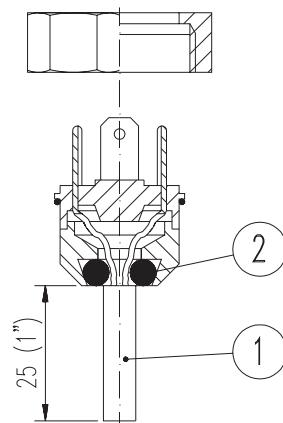

Fig. 3
- Before mounting the position indicators (fig. 3) in their welded fittings, make sure that the contact element (pos. 1) is correctly positioned. The distance between O-ring (pos. 2) and the most remote end of the element must be min. 25 mm. To adjust the distance carefully pull out the element with the fingers. Be careful not to brake the wires.
- Inden positionsindikatorerne (fig. 3) monteres i de påsvejste beslag, bør det undersøges, om kontaktementet (pos. 1) er korrekt placeret. Afstanden fra o-ringen (pos. 2) til elementets fjerneste ende skal minimum være 25 mm. Afstanden kan justeres ved at trække elementet (pos. 1) forsigtigt ud med fingrene. Pas på ikke at knække ledningerne.
- Vor Montage der Stellungsanzeiger (Fig. 3) in die aufgeschweißten Aufnahmen sollte überprüft werden, ob das Kontaktelement (Pos. 1) korrekt angebracht ist. Der Abstand vom O-Ring (Pos. 2) bis
- Antes de montar los indicadores de posición (fig. 3) en sus conectores soldados, asegúrense de que el elemento de contacto (pos. 1) está correctamente posicionado. La distancia entre el aro tórico (pos. 2) y el extremo más alejado del elemento debe ser de mínimo 25 mm. La distancia se puede ajustar, deduciendo el elemento (pos. 1) cuidadosamente con los dedos. Tener mucho cuidado en no romper los cables.